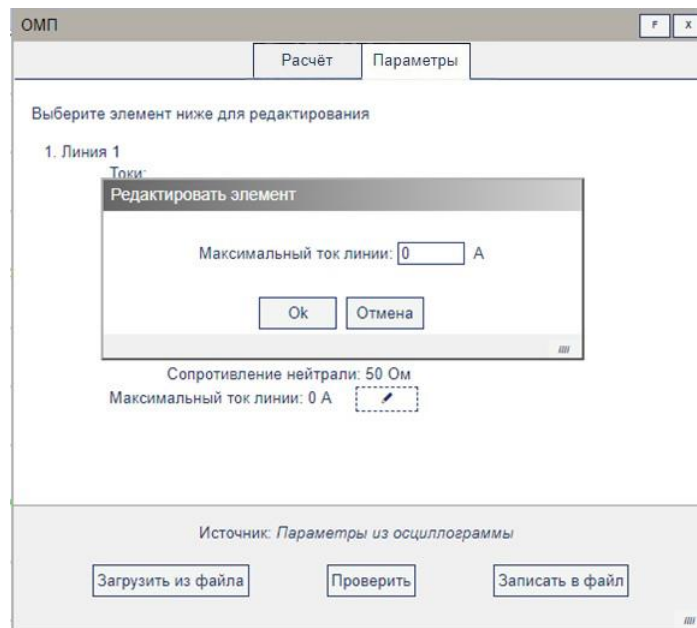

Рисунок 36 – Указание максимального тока линии
3.5.18.11 При указании максимального тока линии появляется дополнительное окно «Редактировать элемент», в котором необходимо указать максимальный ток линии (рис. 36).